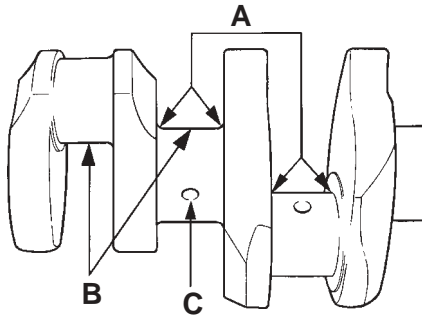

Fig. 73 Contrôle des rayons de congé
1. Rectifier le vilebrequin dans une rectifieuse au cote de dimension inférieure conformément aux «Caractéristiques techniques». Le fini de surface 1,6 Z (▽▽▽) pour les surfaces de palier (B, figure 73) et les rayons de congé sera obtenu par toilage avec du papier émeri N° 400.